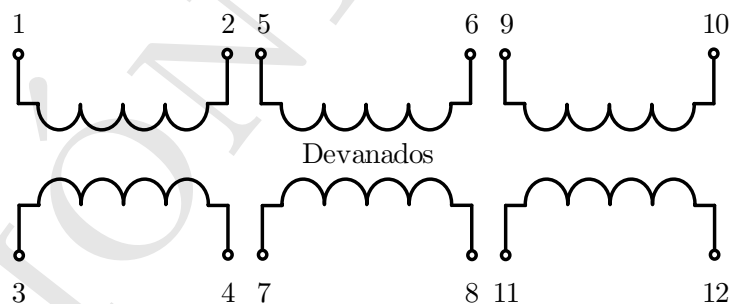

Figura 1: Devanados del transformador.
- 1.1. Medir utilizando el método que concluyeron más preciso en la Práctica 1, la resistencia de los devanados 1-2, 3-4, 5-6, 7-8, 9-10 y 11-12 mostrados en la Figura 1, que pertenecen al transformador trifásico. Anotar las lecturas en la Tabla 2.
- 2.1. Conectar las terminales mostradas en la Figura 1 (con base en la Tabla 3) que pertenecen al transformador trifásico, para determinar el desfaseamiento (índice horario) de la onda de voltaje de fase del secundario respecto a la onda de voltaje de fase del primario. En la Tabla 3 se indican los puntos que deben ser unidos para las realizar las diferentes conexiones del transformador trifásico. Los espacios en blanco mostrados en la Tabla 3 indican que no se tiene acceso a un punto en común.